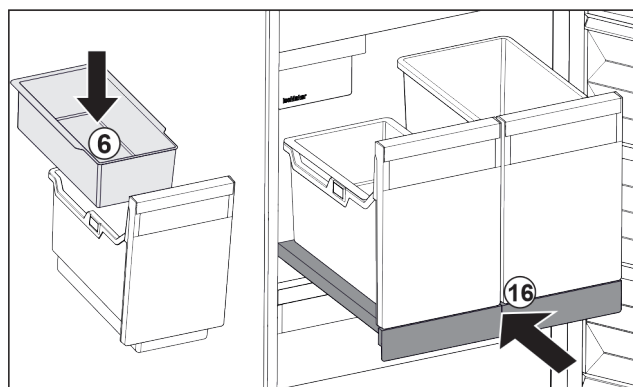

Fig. 32
- ▶ Поставете окачващата се поставка Fig. 32 (6) за ледени кубчета.
- ▶ Вкарайте изтеглящата се дъска със съдовете (IceTower). Fig. 32 (16)